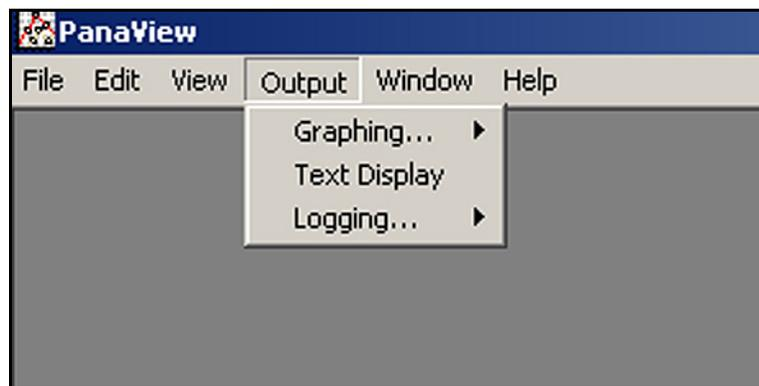

Figure 18: Le menu Output
1. Dans PanaView, ouvrez le menu *Output* (sortie) (voir Figure 18 ci-dessous) et cliquez sur l'option *Text Display* (affichage texte).